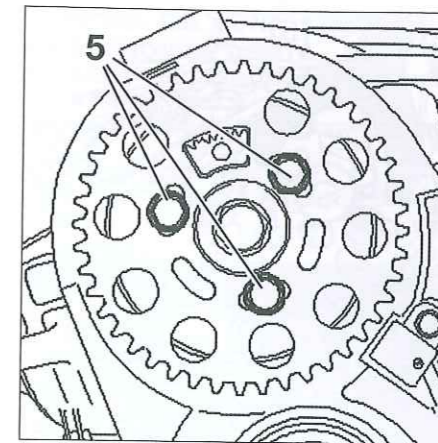

Fig. 7
- Aflojar los tornillos de fijación (5) del piñón de eje de levas (Fig.7).